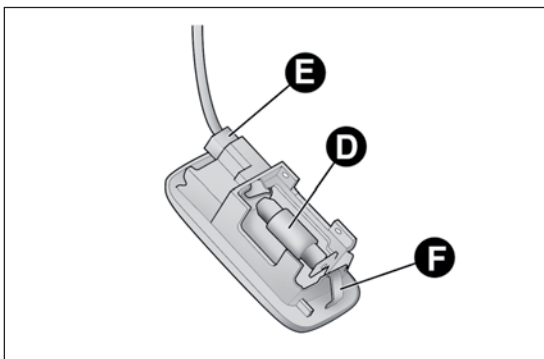

РИС. 150
- снимите защитную крышку В, отсоединив ее от выступов С, выньте лампу D РИС. 150, потянув ее наружу, чтобы отсоединить ее от боковых контактов;
- установите ламповый плафон сначала со стороны Е РИС. 150, затем нажмите с другой стороны, чтобы был слышен щелчок блокировки язычка F.